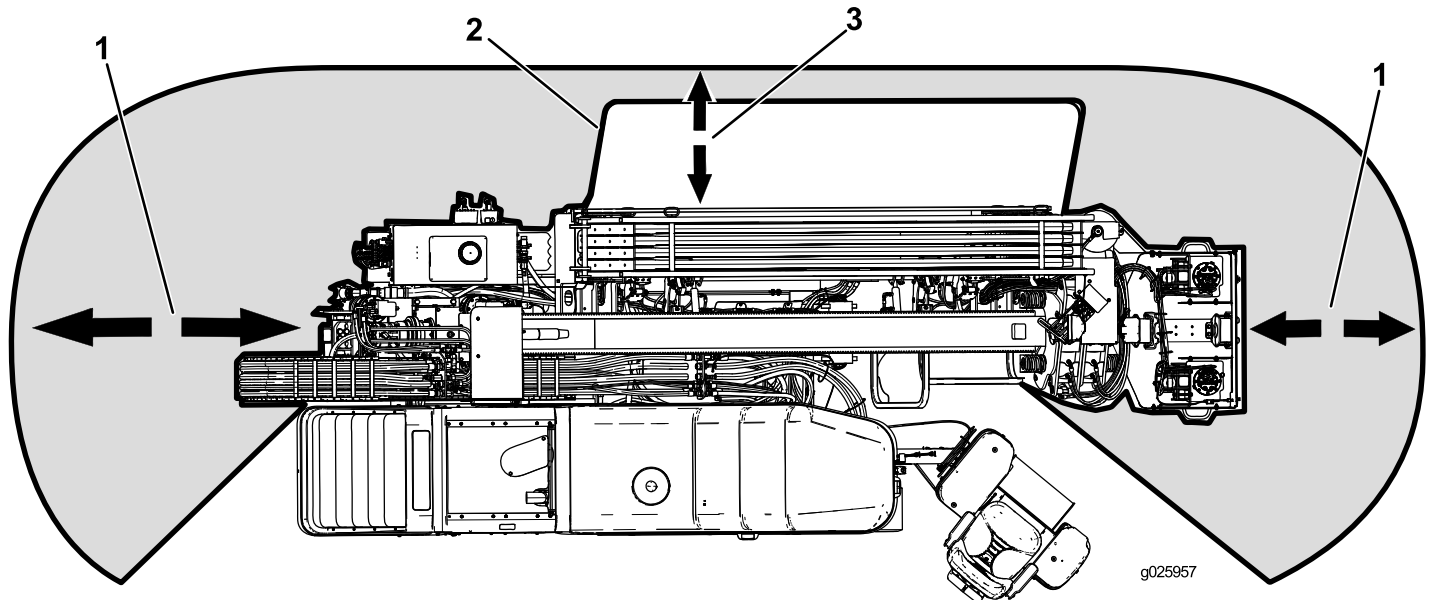

Рисунок 4
- Перед бурением всегда опускайте штангу для защиты пешеходов (Рисунок 4).